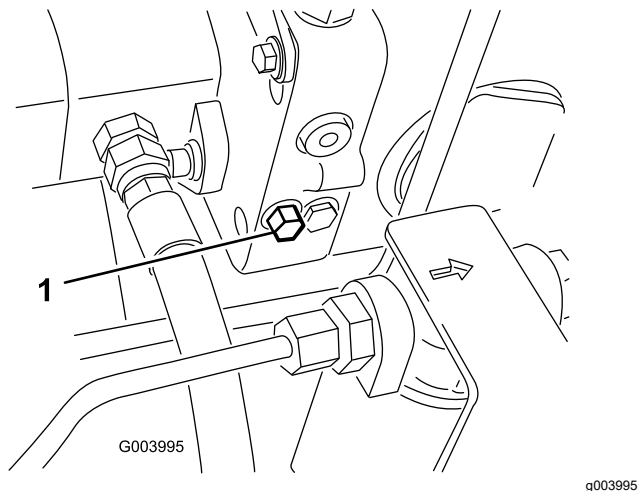

Figura 57
1. A válvula de derivação está localizada no lado esquerdo do hidrostato (Figura 57). Rode o parafuso 1,5 voltas para abrir para permitir a passagem do fluido internamente.